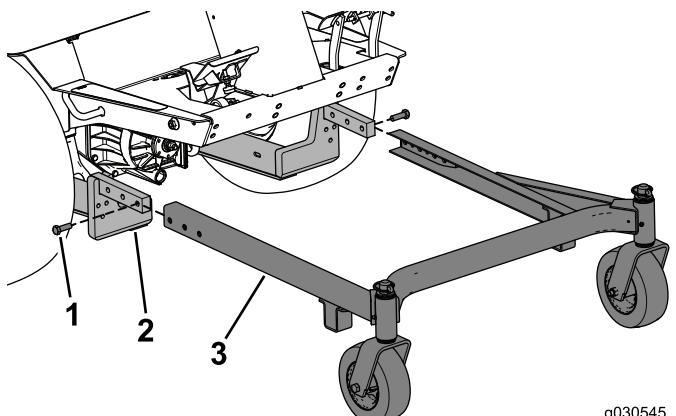

図 12
3. キャリアフレームを昇降アームに固定するボルト $1/2 \times 1-1/2$ インチ2本を使用する図12。